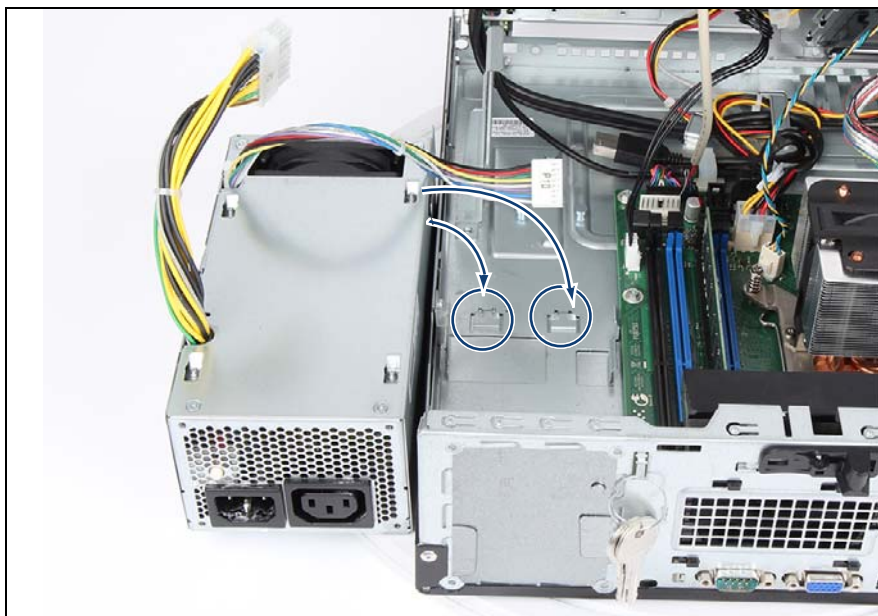

図 30: 標準 PSU の取り付け (B)
- ▶ シャーシの取り付け用ブラケット（図 30 の丸で囲んだ部分）が PSU の下部の表面にある留め具に固定されていることを確認します。